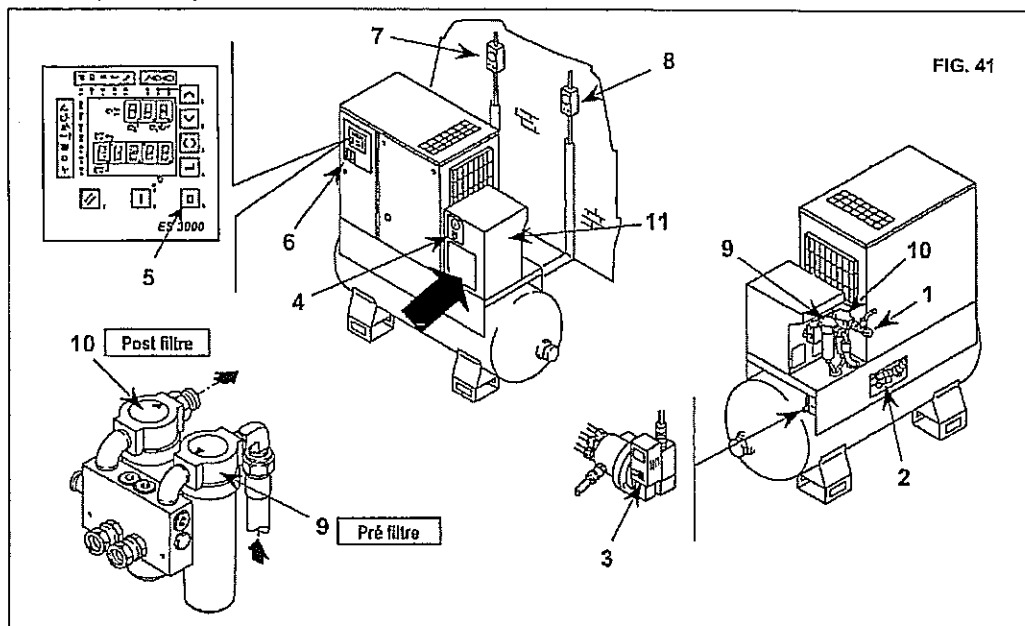

FIG. 41
Es necesario limpiar el condensador todos los meses (Fig. 41)
- Apague la máquina mediante el botón Ref. 5 Fig. 41: de este modo la máquina se detendrá una vez transcurridos 20 segundos de funcionamiento en vacío.
- Apagar el interruptor Ref. 4 Fig. 41
- Girar hasta la posición "0" el seccionador Ref. 6 Fig. 41 y bloquearlo con el candado.
- Abra el interruptor diferencial de alimentación Ref. 7 (del compresor de tornillo) y Ref. 8 (del secador si lo hay) Fig. 41.
- Quitar la tapa Ref. 11 Fig. 41
- Limpiar las aletas del condensador con aire comprimido, (véase Fig. 41) **NO USAR AGUA O DISOLVENTES**
- Cerrar la tapa Ref. 11 Fig. 41.
- Cerrar los grifos Ref. 1 y Ref. 2 Fig. 41.
- Depresurice los filtros pulsando el botón "TEST" descarga condensado (10/20 segundos aprox.) situado en el temporizador Ref. 3 Fig. 41.
- Apagar el interruptor Ref. 4 Fig. 41.
- Abra el interruptor diferencial de alimentación Ref. 7 (del compresor de tornillo) y Ref. 8 (del secador) Fig. 41.
- Cambiar los filtros Ref. 9 - 10 Fig. 41